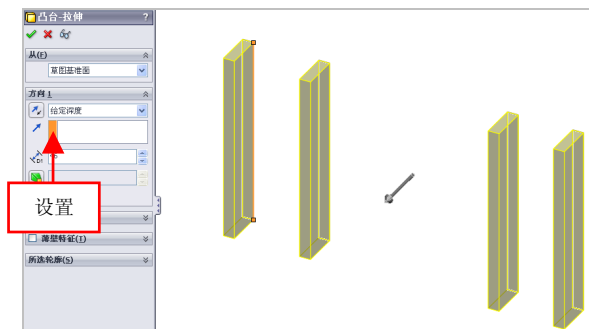

图 15-17 设置参数值
(3) 退出草图环境, 单击【拉伸凸台/基体】按钮, 选择草图, 弹出【凸台-拉伸】属性管理器, 设置【深度】为 46, 如图 15-17 所示。